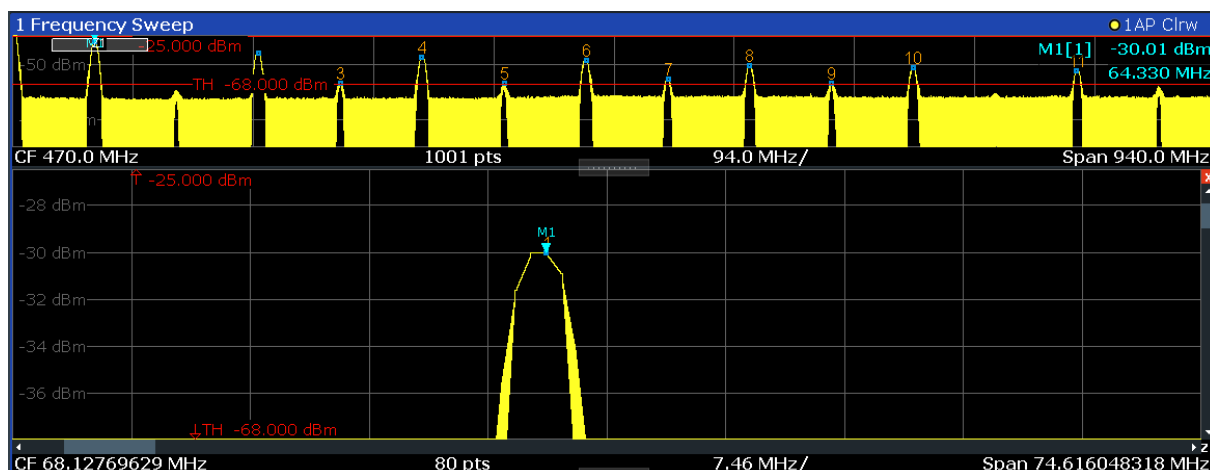

Рис. 5-13: Масштабируемая область вокруг пика
3. На рис. 5-13 масштабированное изображение пика отображается в виде очень толстой кривой. Это вызвано недостаточным числом точек развертки. Отсутствующие точки развертки для масштабированного отображения интерполируются, что дает неудовлетворительный результат. Для оптимизации этого результата, мы повысим число точек развертки с 1001 по умолчанию до 32001.